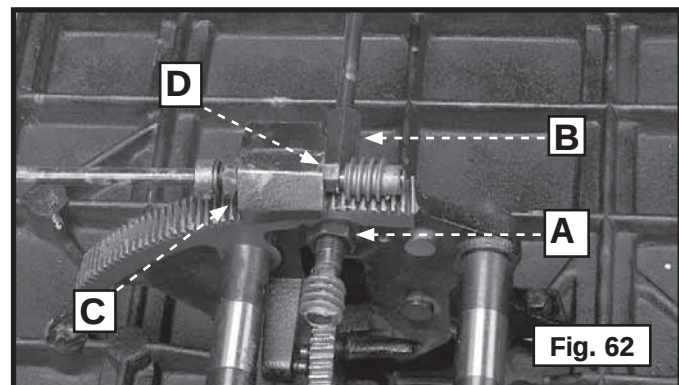

Fig. 62
NOTA: La máquina (Fig. 62) ha sido invertida y se ha quitado la hoja para mayor claridad y seguridad.
1. **Ajuste del mecanismo de elevación de la hoja** - Afloje la tuerca de seguridad (A) Fig. 62 y gire la manga excéntrica (B) hasta que el mecanismo no tenga ningún huelgo, y luego ajuste la tuerca de seguridad (A).
2. **Ajuste del mecanismo de inclinación de la hoja** - Afloje la tuerca de seguridad (C) Fig. 62 y gire la manga excéntrica (D) hasta que el mecanismo no tenga ningún huelgo, y luego ajuste la tuerca de seguridad (C).
⚠ ADVERTENCIA: El montaje de protector de la hoja suministrado con las sierras Delta, como muestra la Fig. 63, debe utilizarse para todas las operaciones de corte. El hendedor evita que la ranura se cierre y atasque la hoja, lo que causaría retroceso. Los seguros de antiretroceso (A) Fig. 62 evitan que la pieza de trabajo y las piezas cortadas sean lanzadas hacia el operador. El protector de plástico evita que el polvo y los desechos lleguen al operador. Para usar el protector adecuadamente: